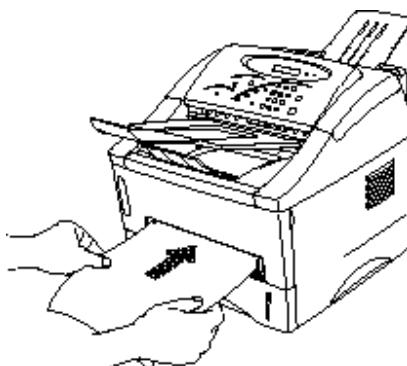
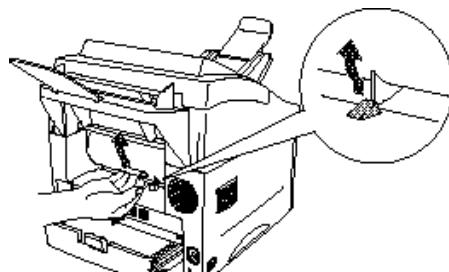

图 2-17
图 2-18
- (3) 双手将纸张插入手动进纸器中，直到纸的前沿碰到进纸辊。
- (4) 托住纸张直到打印机自动将纸张送进一段后再松手。(图 2-17)
- (1) 在打印机驱动程序中选用手动送纸方式;
- (2) 打开打印机后面的后盖 (图 2-18);
- (3) 向打印机传送打印数据;
- (4) 按照图2-17中的第 (3) 、 (4) 进纸并打印;
- (5) 关闭打印机后盖。